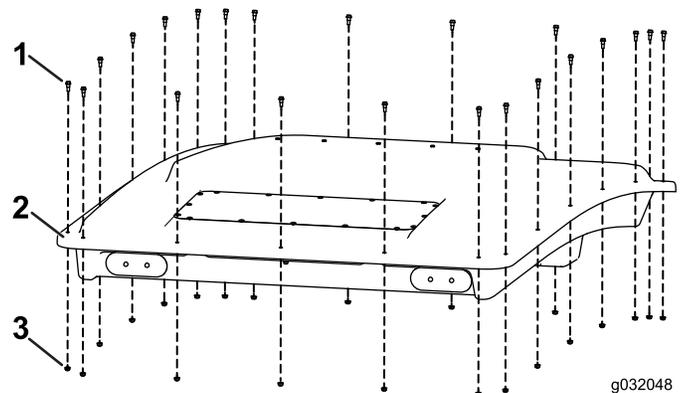

Figura 1
2. Retire los 22 pernos y tuercas que sujetan el techo al forro del techo y apártelos (Figura 1).